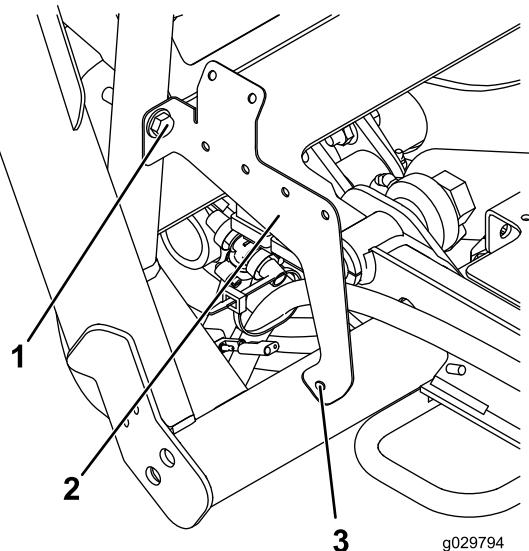

Bild 25
- Befestigen Sie die Relaishalterung mithilfe einer Schraube (3/8" x 2"), einer Scheibe (0,406") und einer Mutter (3/8") locker am Rahmen, so wie in Bild Bild 25 gezeigt.
- Markieren Sie die in Bild Bild 25 gezeigte Stelle.